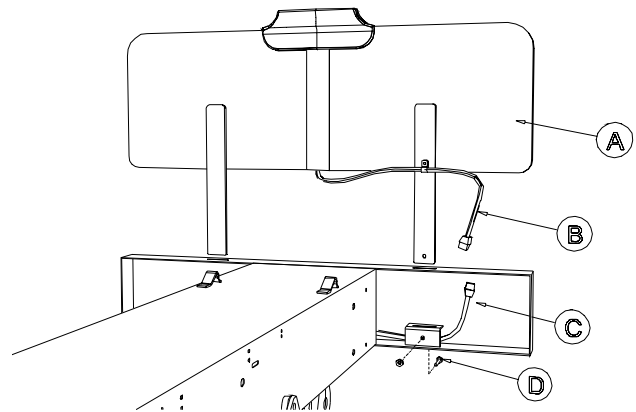

Figure 2.3
- Vérification de toute la boulonnerie (boulons, écrous à blocage et vis). Serrez au besoin. Portez une attention particulière aux points d'articulation des leviers de montée/descente du lit. Des couples de serrage spécifiques doivent être appliqués en serrant leur boulon. Référez-vous à la figure 2.3 de la page 11 du manuel d'entretien.